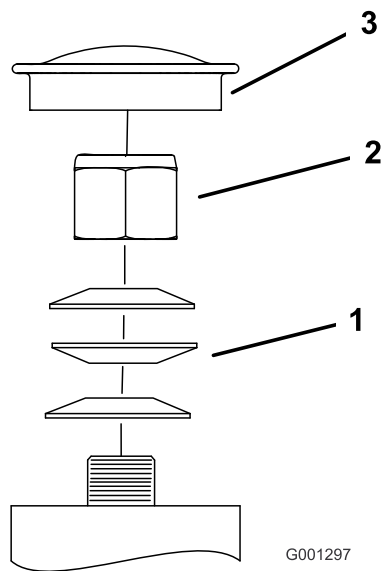

Figure 62
3. Retirez le capuchon protecteur de la roue pivotante et serrez le contre-écrou (Figure 62).
4. Continuez de serrer le contre-écrou jusqu'à ce que les rondelles élastiques soient aplaties, puis desserrez-le d'un quart de tour pour obtenir la précharge correcte des roulements (Figure 62).
Important: Veillez à placer les rondelles élastiques correctement, comme montré à la Figure 62.
5. Reposez le capuchon protecteur (Figure 62).